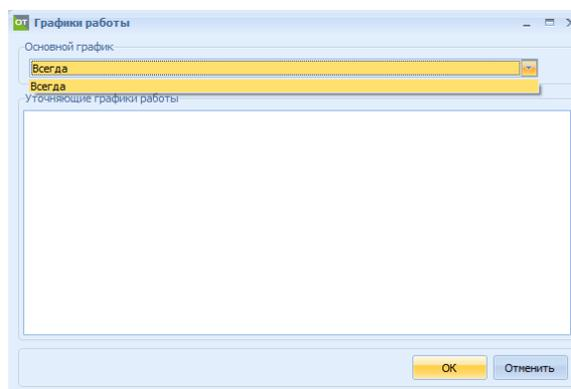

Рисунок 25.5 – Окно «График работы»
– **График работы** – выбрать график работы, по которому будут работать сотрудники данного предприятия. Необходимо нажать кнопку «Изменить», в результате откроется окно «График работы», в котором следует выбрать график из списка имеющихся и нажать кнопку ОК (рисунок 25.5). Создание графиков работы описано в пункте 25.2.4.